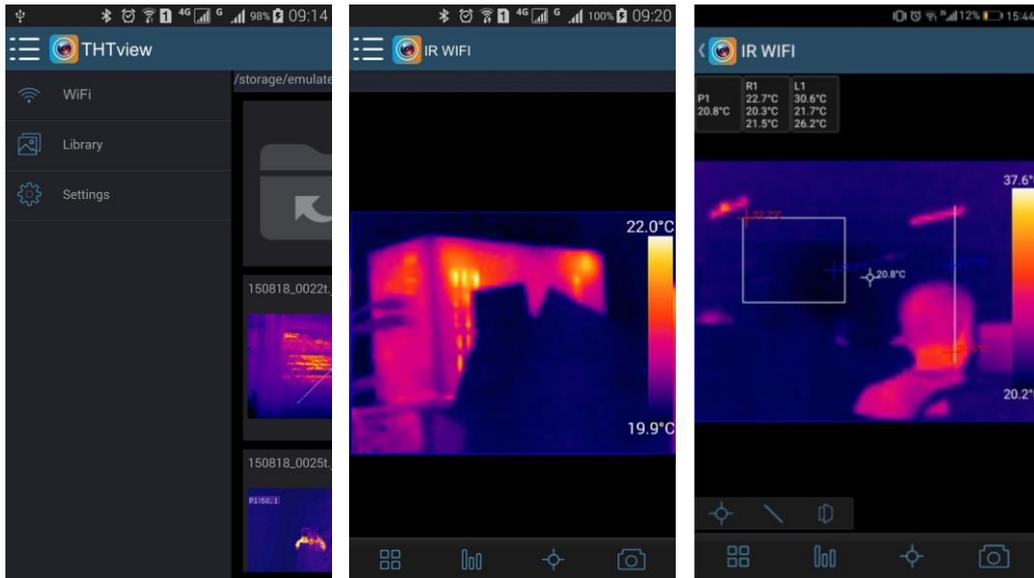

Fig. 41: Visualizzazione immagine in tempo reale
5. Toccare l'icona del menu  e selezionare l'opzione "WiFi" (vedere Fig. 41 – parte sinistra) per attivare la visualizzazione in tempo reale sul dispositivo mobile dell'immagine presente a display dello strumento. La videata di Fig. 41 – parte centrale è mostrata sul dispositivo mobile
Inserimento oggetto "Punto" nell'immagine (vedere Fig. 41)
Inserimento oggetto "Linea" nell'immagine (vedere Fig. 41)
Inserimento oggetto "Area" nell'immagine (vedere Fig. 41)